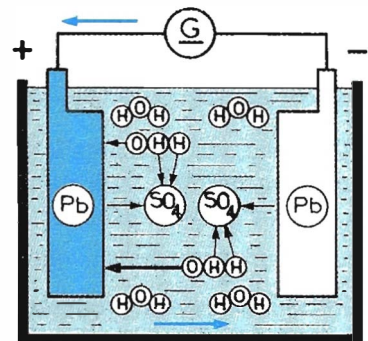

Figure 20.10 • Réactions chimiques à la charge.
• **Charge** (figure 20.10). Si l'on relie les bornes de l'accumulateur à un générateur de courant continu, on constate que :